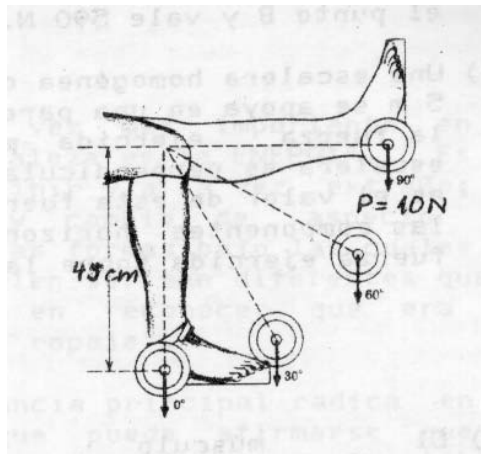

Figura 6.24 Problema 6.23
- 6.23 En el ejercicio que aparece en la figura 6.24 el torque alrededor de la rodilla ejercido por la pesa sujeta al tobillo, varía con la elevación de la